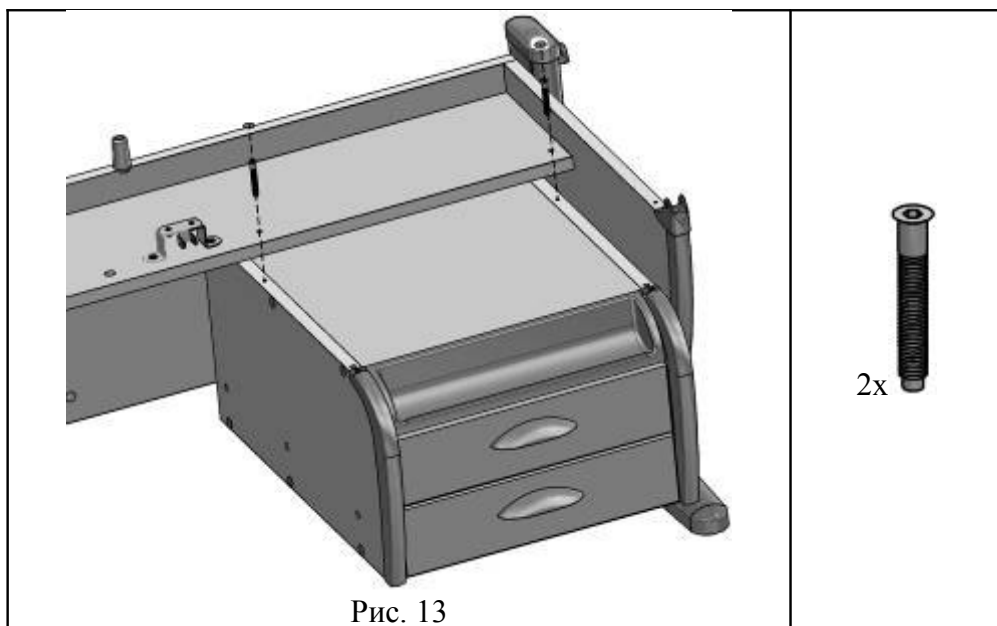

Рис. 13
4.7.1. К столу (сборка по п. 4.5.2.) прикрутить тумбочку при помощи винтов конфирмат (поз. 1 пакет №14) согласно рис. 13.